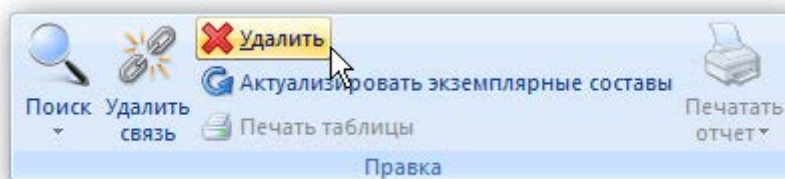

Рис. 10-39 – Кнопка «Удалить» панели «Правка»
- 3) Нажать кнопку «Удалить» панели «Правка» (рис. 10-39).